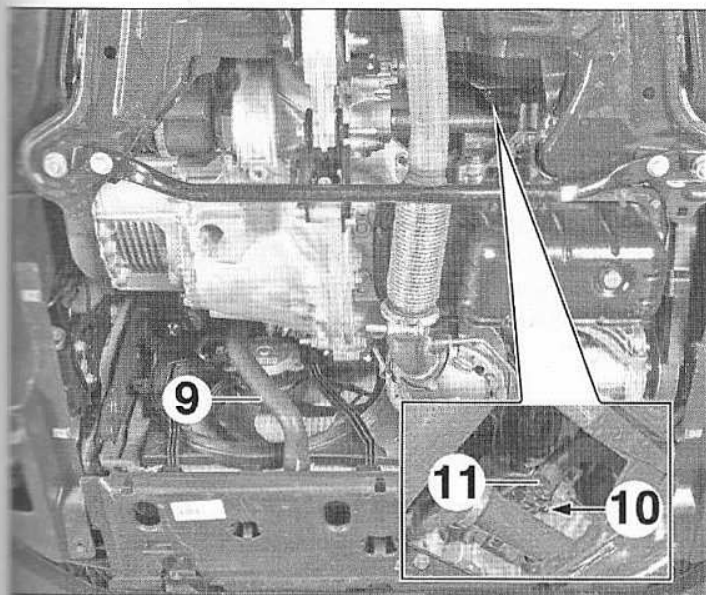

FIG.28
- Débrancher la durit inférieure (9) du radiateur (Fig.28).
- l'agrafe (10),
- le bouchon de vidange (11).